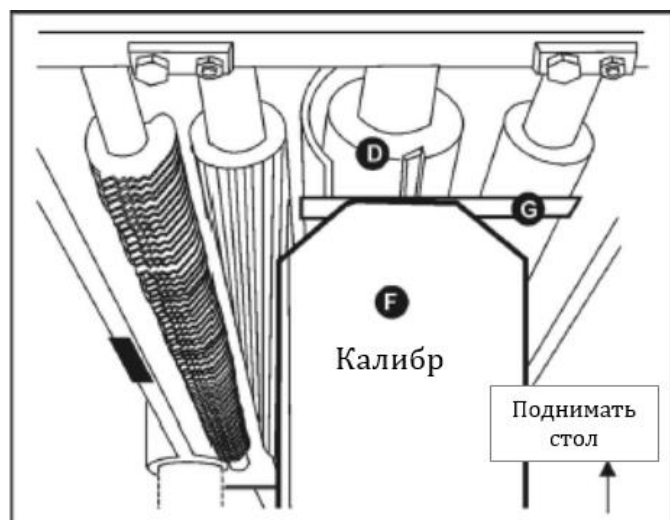
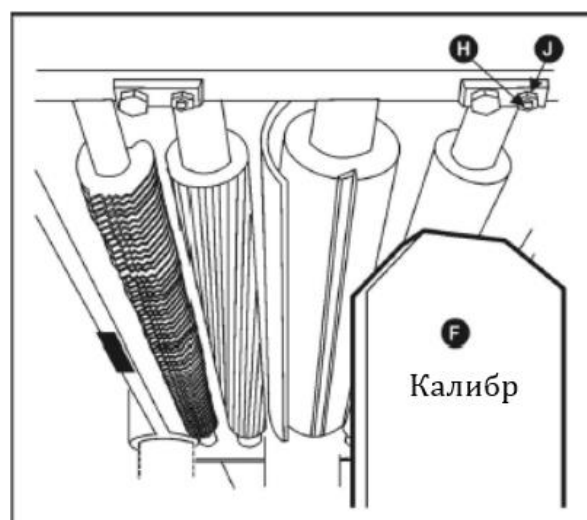

Рис. 26
Рис. 27
3. Поставить калибр (F, рис. 26) на стол непосредственно под режущим валом (D, рис. 26).
4. С щупом толщиной 0,5 мм (G, рис. 26), помещённым на верхней части калибра, поднимать рабочий стол до тех пор, пока нож слегка не коснётся щупа, когда нож находится в самой нижней точке. Больше не перемещать рабочий стол до выполнения регулировки выводного ролика.
5. Снять щуп и калибр, переместить калибр (F, рис. 26) под один конец выводного ролика. Низ выводного ролика должен слегка касаться верха калибра. При необходимости в регулировке выводного ролика ослабить контргайку (J, рис. 27) и поворачивать винт (H, рис. 27) до тех пор, пока выводной ролик слегка не коснётся калибра. Затем затянуть контргайку (J, рис. 27).